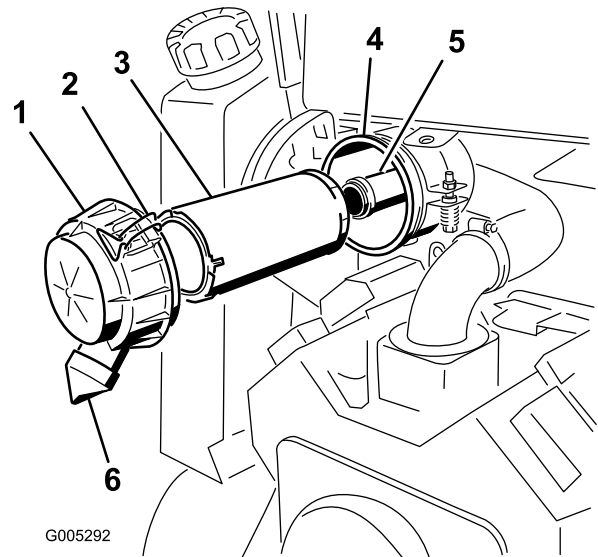

Figura 20
2. Abra los cierres del limpiador de aire y tire de la tapa del limpiador de aire para separarla de la carcasa del limpiador de aire (Figura 20).
6. Extraiga con cuidado el filtro primario del cuerpo del limpiador de aire y deséchelo (Figura 20). Evite golpear el filtro contra el lado de la carcasa.
- Si también va a cambiar el filtro de seguridad, extráigalo con cuidado del cuerpo del limpiador de aire y deséchelo (Figura 20). Evite golpear el filtro contra el lado de la carcasa.
- Si va a cambiar el filtro de seguridad, deslícelo cuidadosamente en el cuerpo del filtro (Figura 20). Asegúrese de que está bien asentado empujando firmemente sobre el borde exterior del filtro mientras lo instala.
- Introduzca con cuidado el filtro primario en el cuerpo del limpiador de aire (Figura 20). Asegúrese de que está bien asentado empujando firmemente sobre el borde exterior del filtro mientras lo instala.
- Instale la tapa y el espaciador y fíjelos con la tuerca de la tapa (Figura 20). Apriete la tuerca a 11 Nm (95 pulgadas-libra).
- Instale la tapa del limpiador de aire con la salida de goma hacia abajo, en la posición de las 5—las 7 (visto desde el extremo) (Figura 20) y sujétela con los cierres.